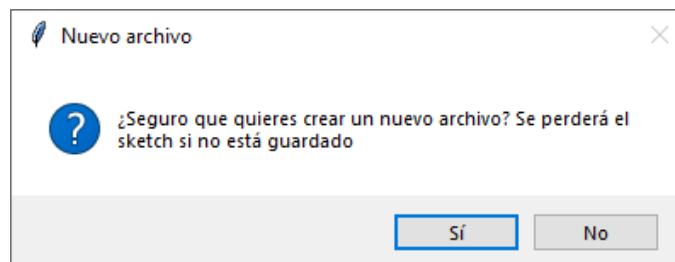

Figura 3 Diálogo de confirmación – Crear nuevo archivo
- Nuevo archivo: nos permitirá crear la estructura de un nuevo sketch. Antes de crear el nuevo archivo nos saldrá un diálogo como el de la Figura 3. Si queremos crear el archivo escogeremos sí, en otro caso basta con escoger no o cerrar el diálogo.